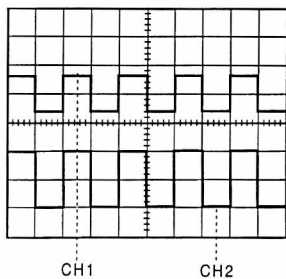

figure 8
- coefficient de balayage (18) : 0.5 ms/div
- mode de déclenchement (17) : AUTO
- Effectuer, si nécessaire, un cadrage horizontal (figure 8) à l'aide de la commande POSITION (7) et stabiliser la trace au moyen du potentiomètre LEVEL (14).